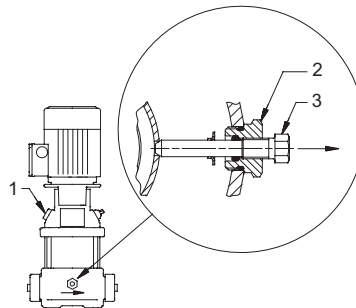

Рис. 6 Заливочное отверстие насоса
- Вывернуть резьбовую пробку (поз. 1) заливочной горловины в верхней части насоса. См. рис. 6.
- Ослабить маленький винт перепускного клапана (поз. 3) и вытянуть его из стопорного приспособления до упора. См. рис. 6.